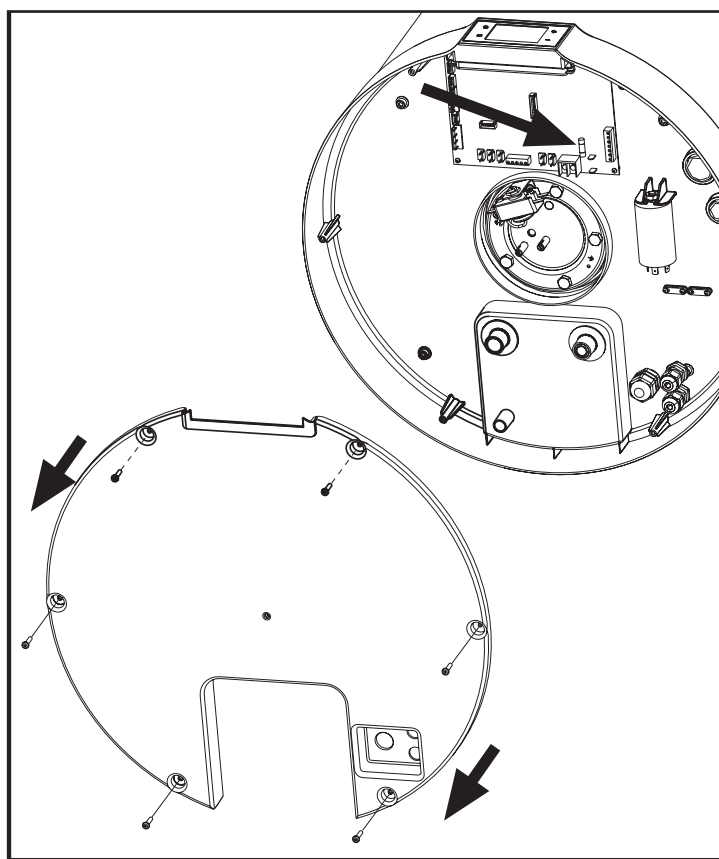

fig. 40
- Desenroscar los tornillos de bloqueo y quitar la tapa inferior (fig. 40).